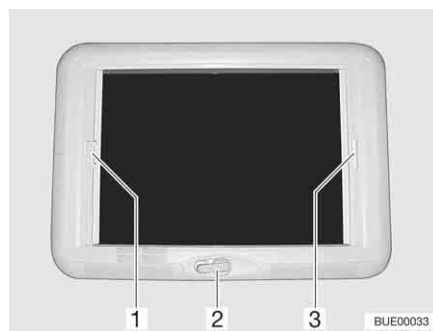

Fig. 108 Claraboya de manivela
- Abrir:* ■ Girar la manivela (Fig. 108,2) hasta que se note resistencia.
- Cerrar:* ■ Tirar del asidero (Fig. 108,3) del estor plegable y soltarlo en la posición deseada. El estor plegable se queda fijo en esta posición.
- Cerrar:* ■ Tirar del asidero (Fig. 108,1) de la protección contra insectos hacia el asidero opuesto del estor plegable (Fig. 108,3) y hacerlos engatillar.
- Presionar el tirador de la protección contra insectos (Fig. 108,1) por la parte de atrás hacia arriba y desengancharla del estor plegable (Fig. 108,3).